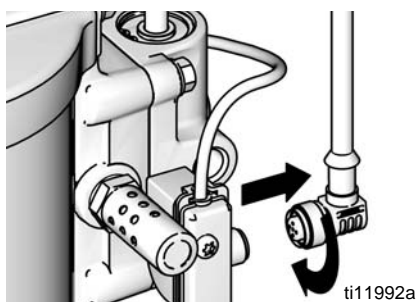

FIG. 16. Desconexión de DataTrak
1. Desenrosque el cable de la parte trasera del conjunto de interruptor de láminas. Vea la FIG. 16.